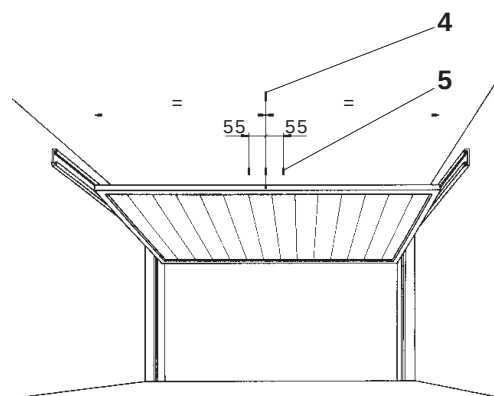

Fig. 3
- Aprire completamente il portone, riportare sul soffitto del garage il punto centrale del portone (4). A sinistra e a destra del punto centrale portone, ad una distanza di 55 mm, riportare segni chiari e ben visibili (5). Fig. 3
- Aprire completamente il portone, indicare il punto centrale del portone (4) sul soffitto ➔ asse automatismo. Fig. 3